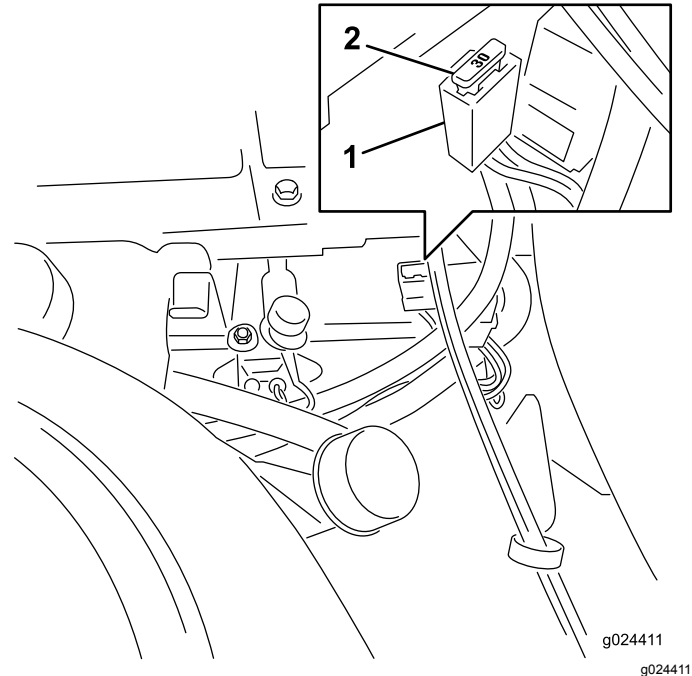

Bild 54
Hinweis: Die Sicherungen befinden Sie rechts am Armaturenbrett neben dem Sitz (Bild 54).
1. Fassen Sie die Sicherung an und ziehen sie gerade aus dem Sicherungsblock, wenn Sie die Hauptsicherung auswechseln müssen (Bild 54).
| 4. Fluchten Sie eine neue Sicherung mit dem Einschub im Sicherungsblock aus (Bild 54). |
5. Drücken Sie die Sicherung ganz in Sicherungsblock ein (Bild 54).